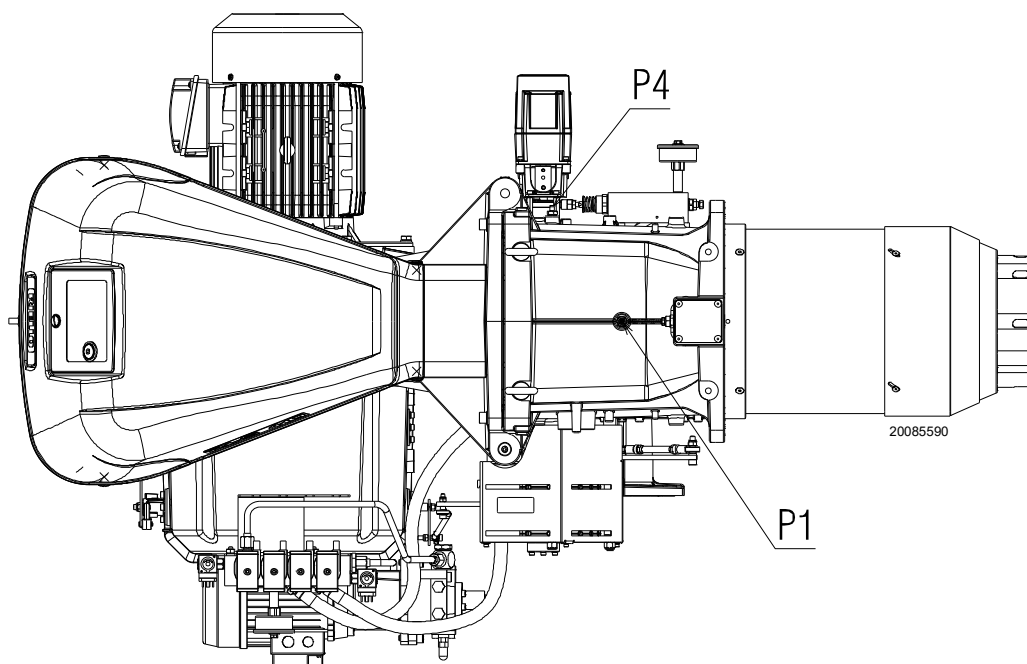

Рис. 24
Давление газа, измеренное на штуцере P1(Рис. 24), с:
- вычитите из давления газа на штуцере P1(Рис. 24) давление в камере сгорания.
Давление газа на штуцере P1)(Рис. 24) = 29,4 мбар
Для того, чтобы узнать давление газа, необходимое на штуцере P1)(Рис. 24), определив МАКС. мощность, при которой должна работать горелка:
- Посмотрите справа в столбце 1 давление на штуцере P1) (Рис. 24).
необходимое давление на штуцере P1)(Рис. 24).